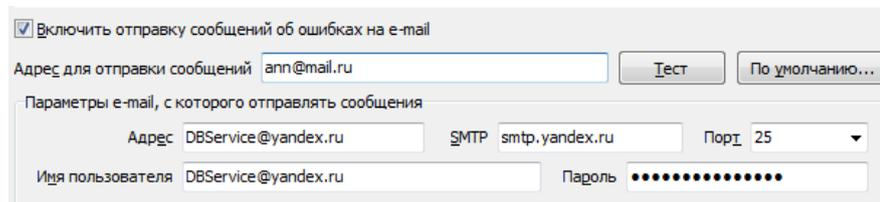

Рисунок 27.16 – Настройка отправки сообщений об ошибках на e-mail
3) Можно настроить отправку сообщений об ошибках, происходящих при архивировании или резервном копировании, на заданный электронный адрес (в случае настроенном автоматическом архивировании или резервировании) (рисунок 27.16). Кнопка «Тест» используется для проверки данной функции.